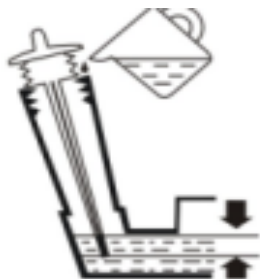

Рисунок 17
2. Выверните масляный щуп из резьбы и проверьте уровень масла (рис.17).
3. Уровень масла должен находиться между отметками “HIGH” и “LOW” (рис.17).
4. При необходимости долейте масло до отметки FULL (рис.17).